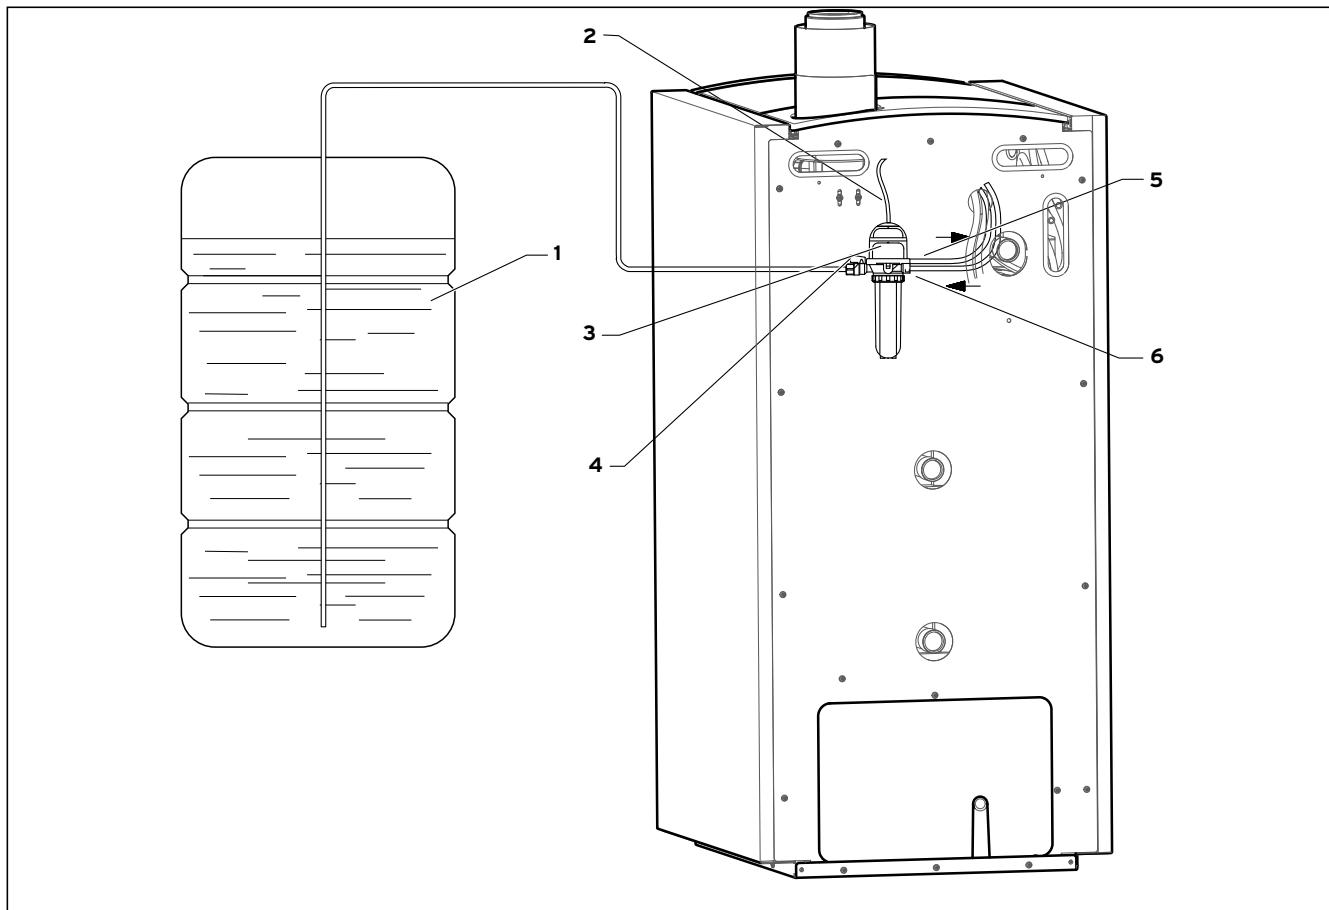

Figure 4.1 Exemple de montage d'un purgeur à mazout
Légende des figures 4.1 et 4.2
- Raccordez les conduites de mazout de la cuve à mazout (1) (voir figure 4.1) et du brûleur au purgeur à mazout (3).
Vous ne devez pas monter à l'envers les conduites de mazout sur le raccordement de départ (5) et de retour (6) (voir figure 4.1). Ceci peut entraîner des dommages du purgeur à mazout et de la pompe du brûleur. Le départ et le retour sont indiqués sur le brûleur, les tuyaux et le purgeur à mazout avec des flèches.
- Connectez la conduite de dégazage (2) (voir figure 4.1) au raccord fileté de raccordement.
- Placez la conduite de dégazage dans l'icoVIT comme indiqué sur la figure 4.1.